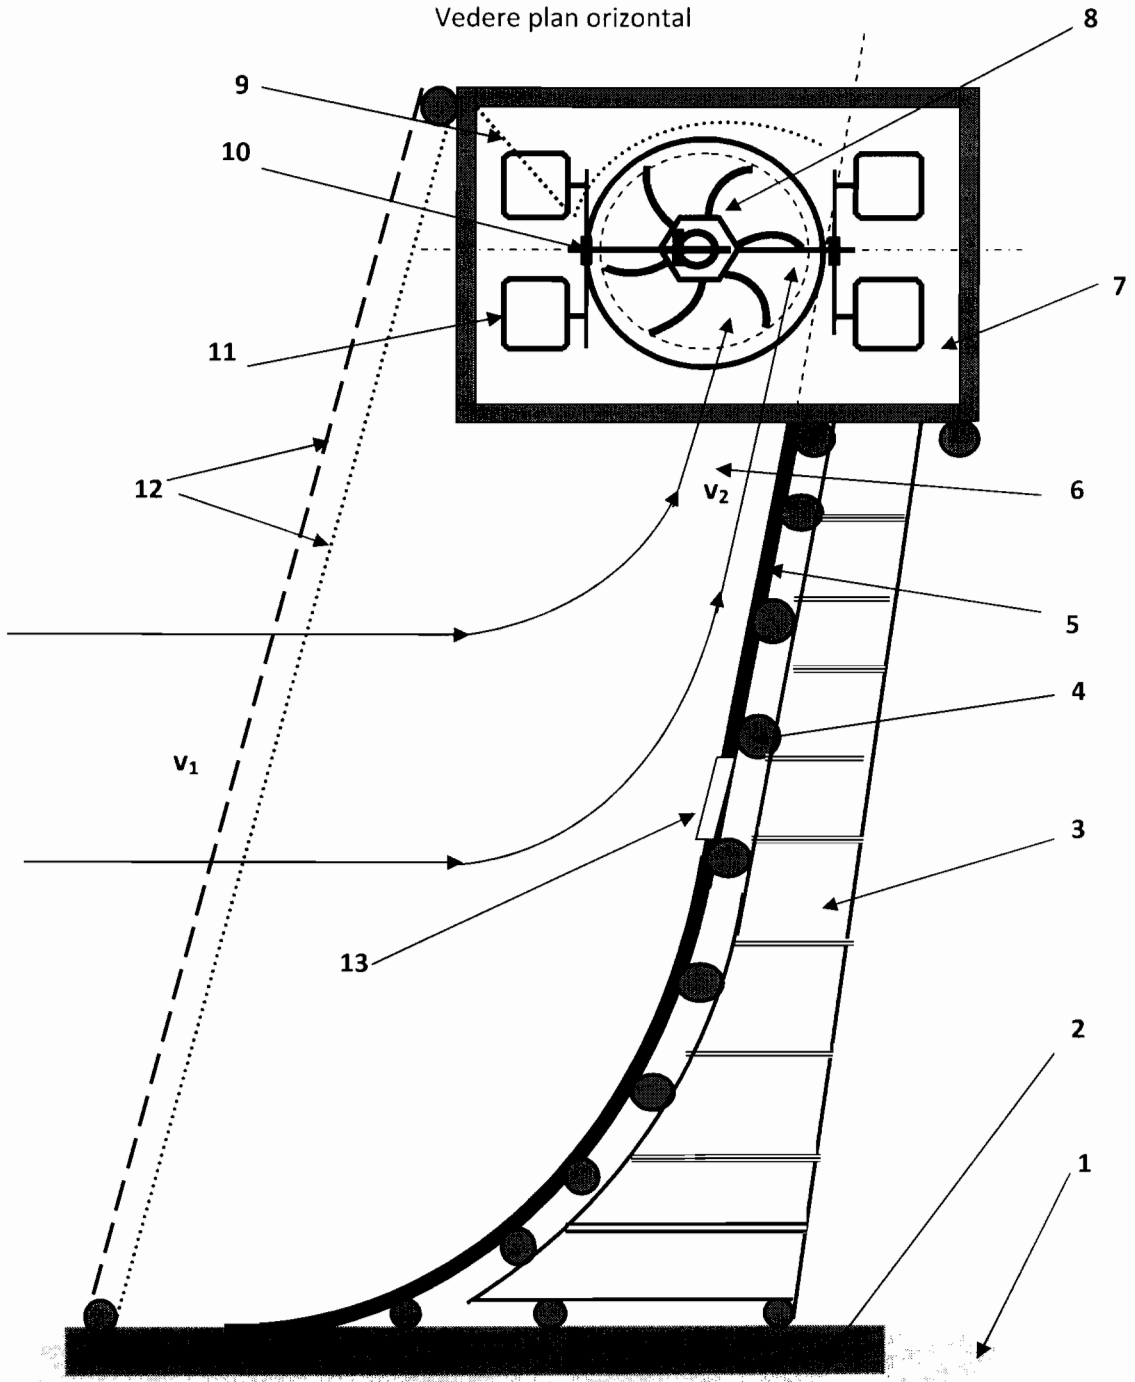

Fig.nr.8/9 : Hidro Tornada Electrica, construita pe malul raului.
Vezi fig. nr 8/9 : Hidro Tornada Electrica, construita pe malul raului. (plan orizontal)
Asezarea turbinei (4) in canalul tornadei (6, desen nr.4/9), se realizeaza cu ajutorul podului rulant (7). Se deschide ecluza (13, fig. nr.8/9), pentru a mica viteza apei si imersarea turbinei sa fie posibila, la locul prevazut. Turbina, se fixeaza pe platforma plutitoare (1), prin